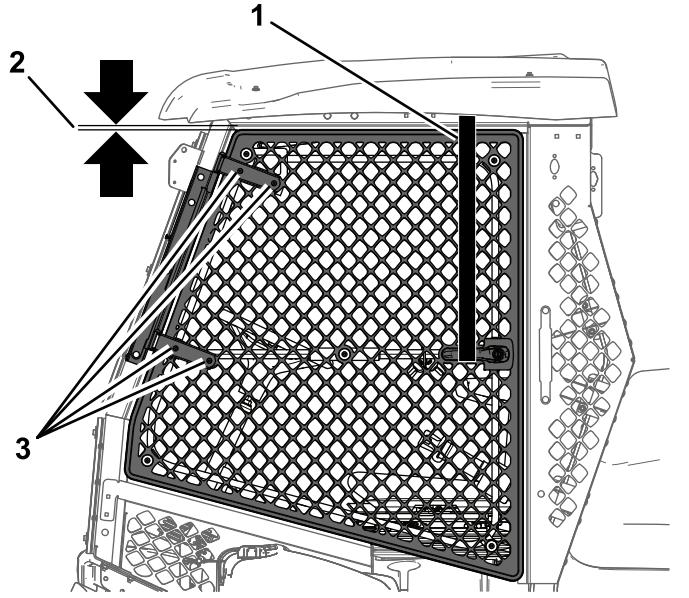

Рисунок 12
2. Установите один конец стяжного ремня с храповиком на верхнюю часть балки рамы, а другой конец – на ручку двери (Рисунок 12).
4. Ослабьте 4 болта и 4 гайки на дверной петле (Рисунок 12).